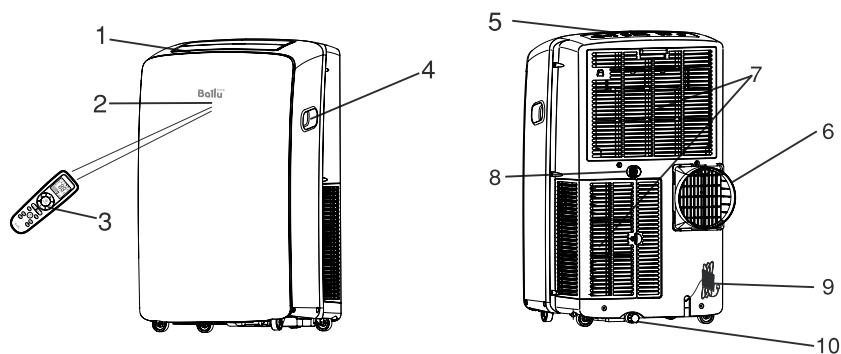

Рис. 1
Модели ВРНС-09Н, ВРНС-12Н (рис. 1)
* В режиме осушения при высоком уровне влажности, конденсат (вода) может скапливаться внутри прибора. Для того, чтобы периодически не удалять конденсат через отверстие (п.8 рис. 1) можно подсоединить шланг (в комплект не входит) для постоянного отвода конденсата (п.10 рис. 1). Через шланг конденсат (вода) будет постоянно сливаться в дренаж.